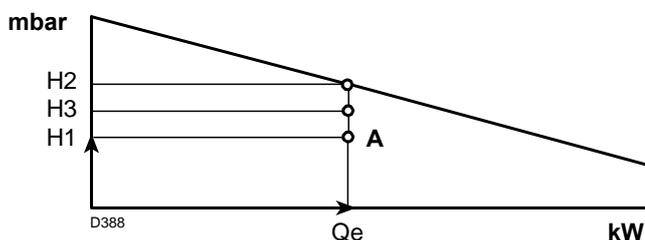

Fig. 41
- punto A que debe quedar dentro del campo de trabajo (Fig. 41).
4 - Trazar una vertical desde el punto A, Fig. 41, y buscar la máxima presión H2 del campo de trabajo.
Si H3 es mayor que H1, como en la Fig. 41, el quemador puede erogar el caudal requerido.